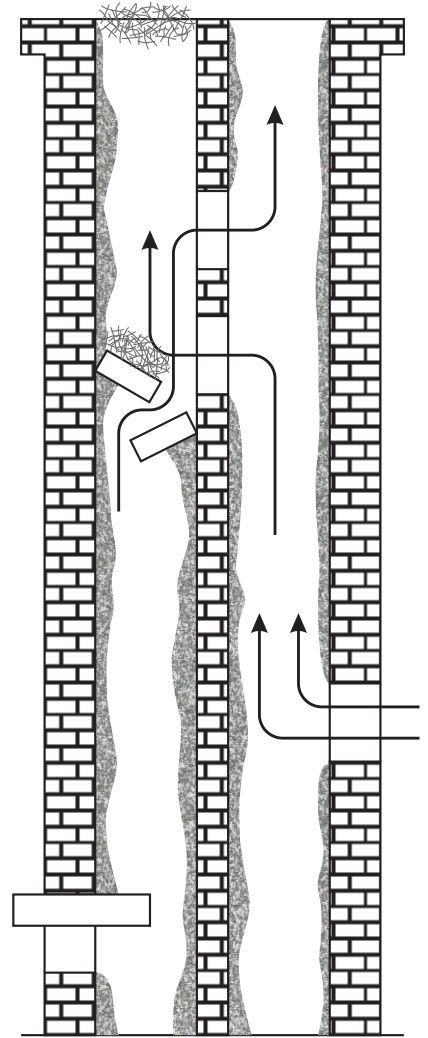

Bilde 2a
- skorsteinen skal være høyere enn faket med minst 0,5m og henge over gjenstandene/hindringene i dens nærhet (nabohus, tre...) (bilde 2a).